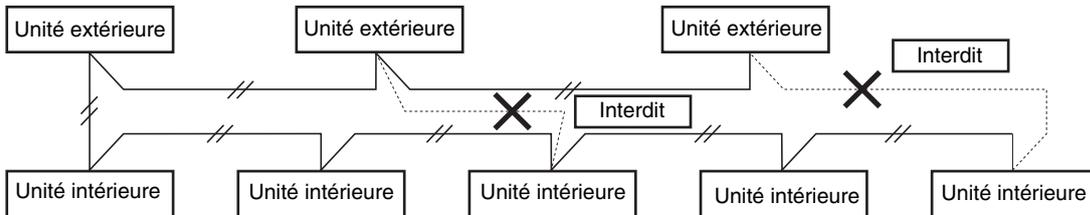

Fig. 5-1
- (2) L'interconnexion ne doit pas être installée en boucle. (Fig. 5-1)